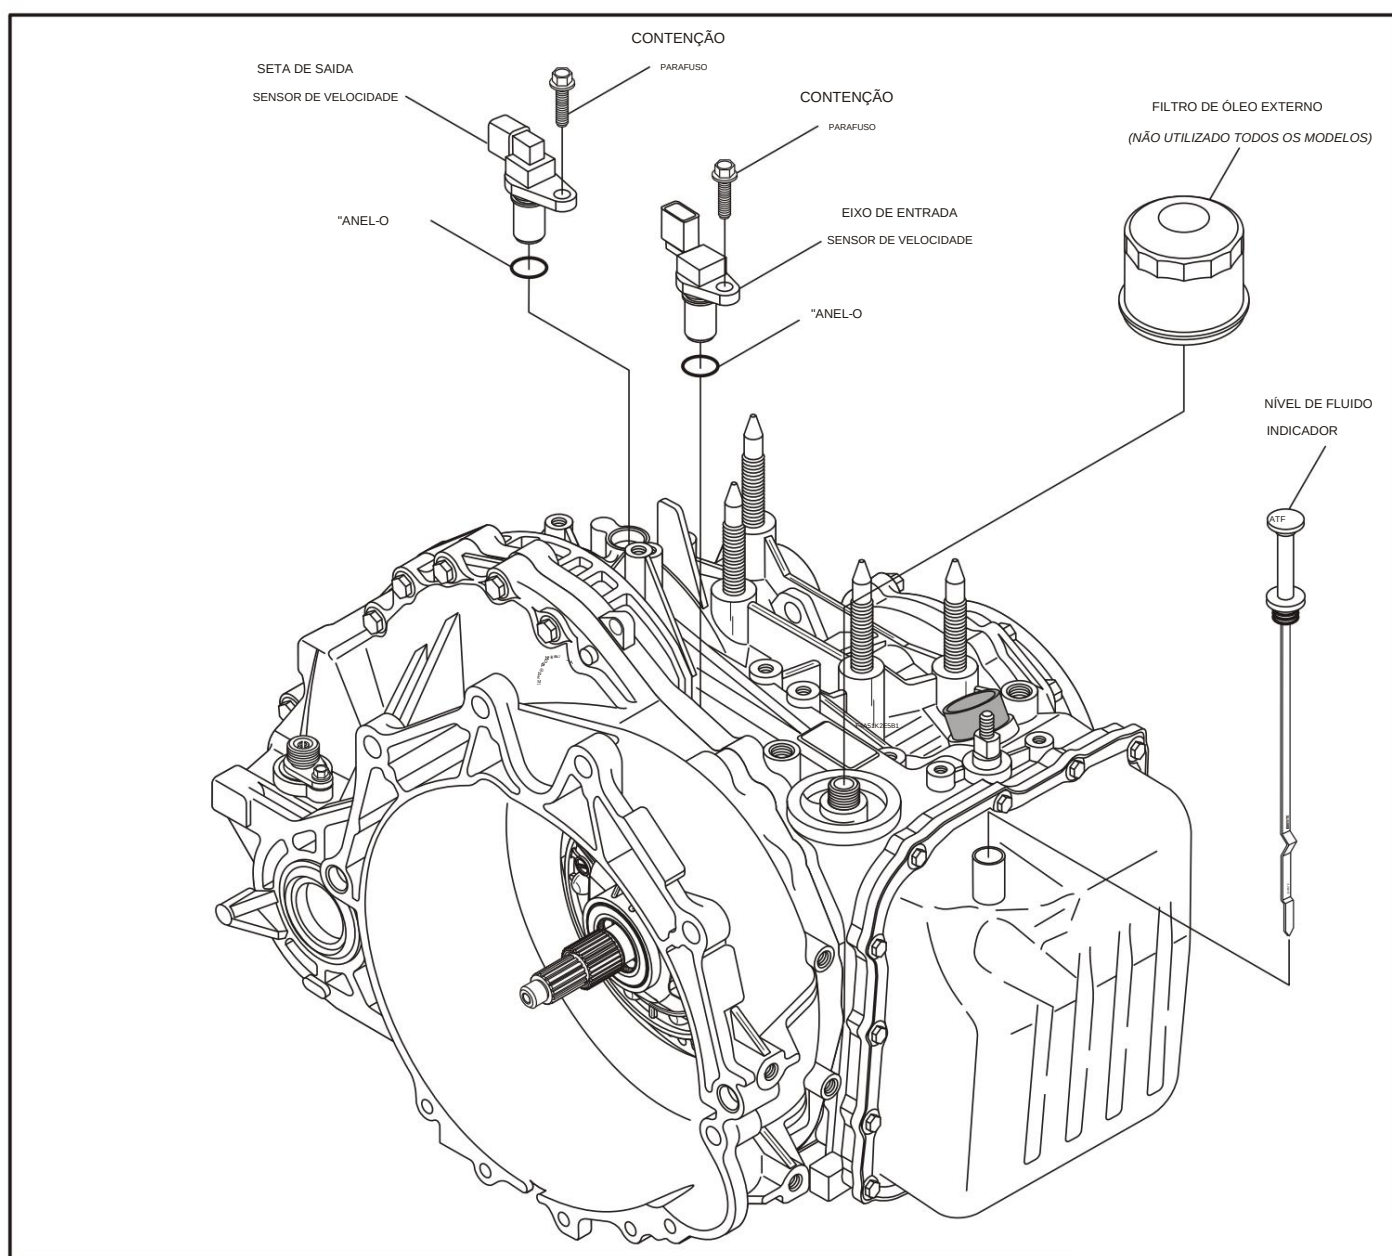

Figura 23
4. Remova o indicador de nível de fluido da transmissão conforme mostrado na Figura 23.
transmissão, conforme mostrado na Figura 23.
6. Remova o parafuso de retenção do sensor de velocidade do eixo piloto e o sensor de velocidade do eixo piloto, conforme mostrado na Figura 23.
8. Remova o parafuso de retenção do sensor de velocidade do eixo de saída e o sensor de velocidade do eixo de saída, conforme mostrado na Figura 23.